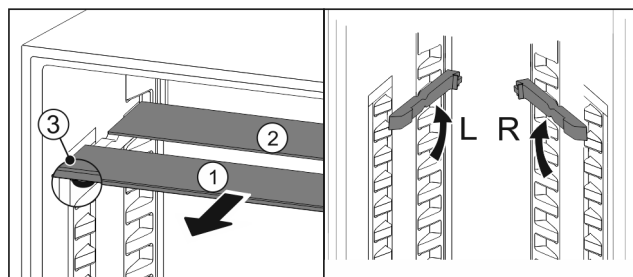

Fig. 21
- ▶ По одной извлеките *Fig. 21 (1)* стеклянные панели движением вперед.
- ▷ Стеклянная панель *Fig. 21 (1)* с декоративной планкой лежит спереди.
- ▷ Стопоры *Fig. 21 (3)* показывают вниз.